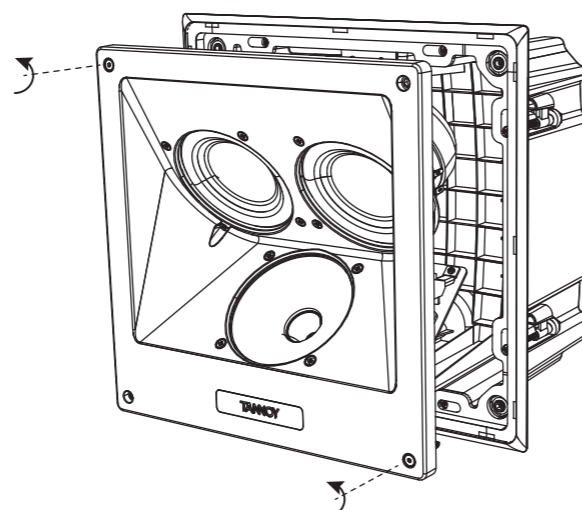

Fig. 14. Removing the loudspeaker from the back can
4. Se il gruppo altoparlante è già montato sulla scatola posteriore (ad esempio durante la spedizione), rimuoverlo dalla scatola posteriore svitando le viti che lo fissano in posizione (Fig. 14).